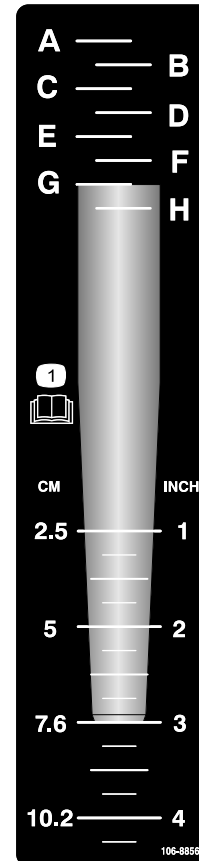

Figura 22
1. Coloque el taladro deseado sobre la pegatina de profundidad, alineando la punta del taladro con la profundidad de aireación deseada, como se muestra en la Figura 22.
2. Determine la letra que está alineada con el extremo de montaje del taladro (Figura 22). Ajuste el control de profundidad a la letra correspondiente de la pegatina.